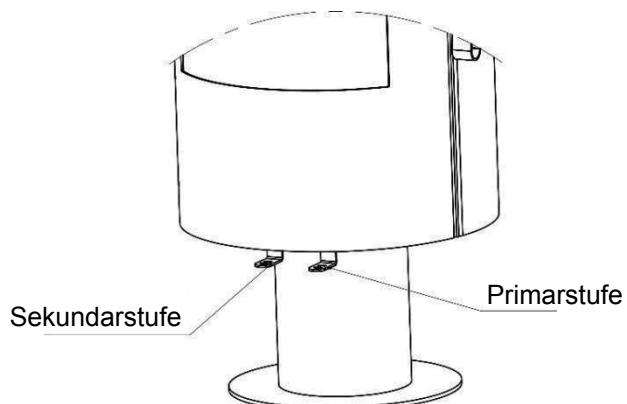

Abbildung 2
- 2) Öffnen Sie die Primärluft auf 100% (siehe Abbildung 2).